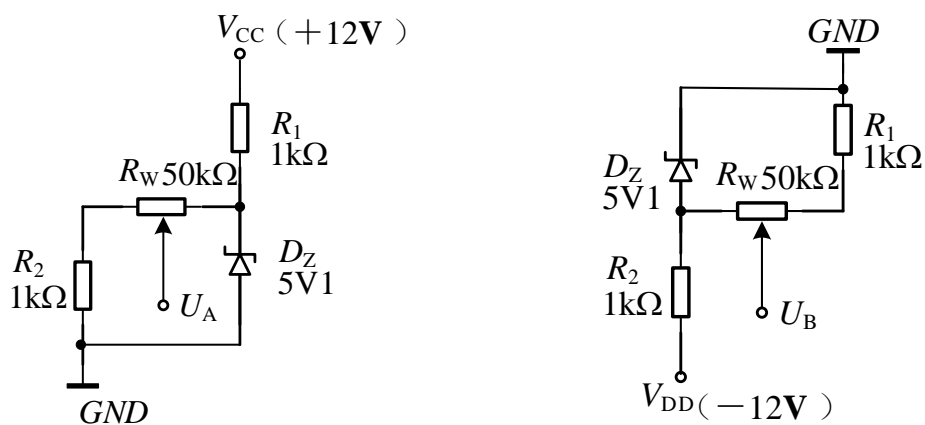

图2 电压调节电路
3. V_I 取自电压调节电路，图 2 是电压调节电路原理图。